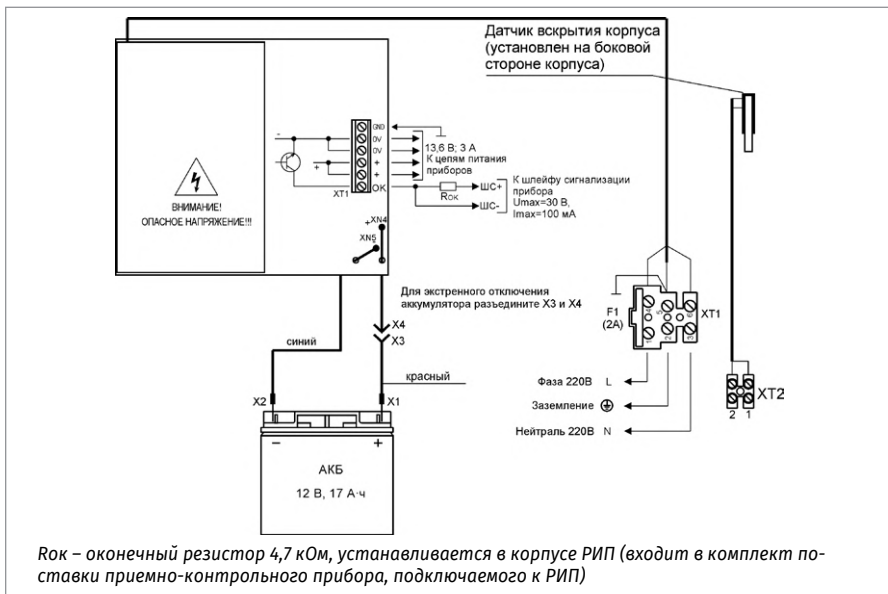

Рисунок 1.
1.5. Схемы подключения приведены на Рисунок 1...Рисунок 5.
Проверьте правильность произведённого монтажа в соответствии со схемой подключения (Рисунок 1...Рисунок 5).